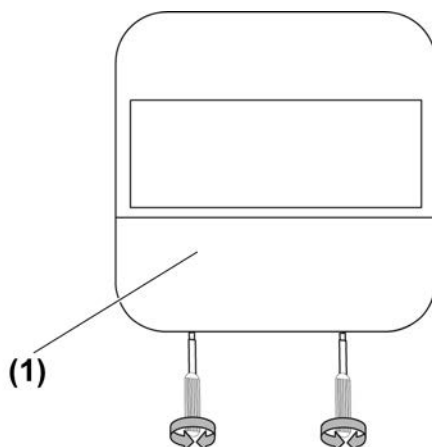

рисунок 10: Демонтаж крышки
- Снять крышку (1) (рисунок 10).